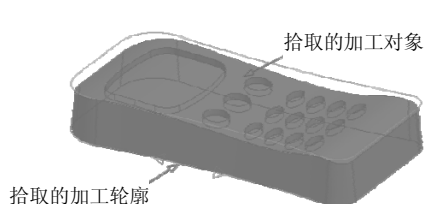

图 5-77 拾取的加工曲线
1) 完成加工参数设置后，单击“确定”按钮，系统在界面的左下方提示“拾取加工对象”，直接拾取如图 5-77 所示的整个轮廓，并单击右键确定结束选取。系统提示“拾取轮廓”，直接拾取如图 5-77 所示的轮廓曲线，并确定链搜索的方向。